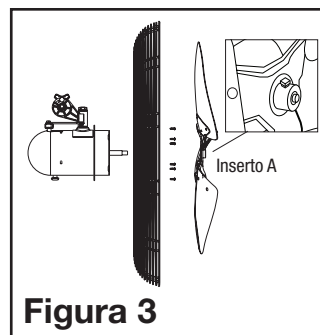

Figura 3
1. Instale la parrilla trasera en el motor, alineando los seis agujeros de la parrilla con los seis agujeros roscados de la brida de montaje del motor. Instale (6) tornillos hexagonales de 10-32 x 5/16 a través de la parrilla trasera y dentro de la brida de montaje. Apréte firmemente los (6) tornillos (**Figura 3**).
2. Empuje la hélice del ventilador en el eje del motor, centrando el cubo orientado en sentido opuesto al motor, hasta que tope contra el eje (**Inserto A**). Alinee un perno de cabeza cuadrada con la superficie plana del eje del motor. **APRÉTELO BIEN FIRME CON UNA LLAVE DE TUERCAS AJUSTABLE.** Si no se aprieta firmemente el perno se puede causar daños al ventilador y/o lesiones personales (**Figura 3**).